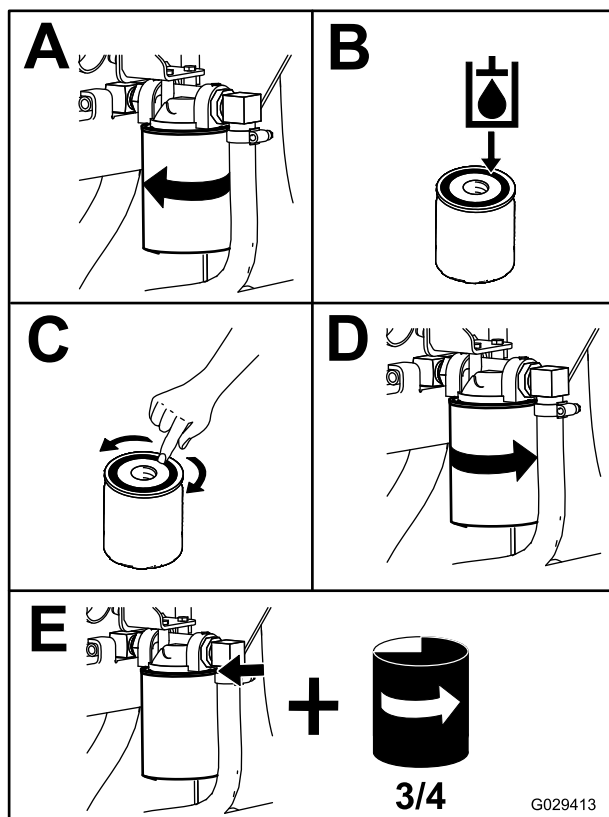

Figura 56
4. Collocate una bacinella di spurgo sotto il filtro e sostituite il filtro (Figura 56).